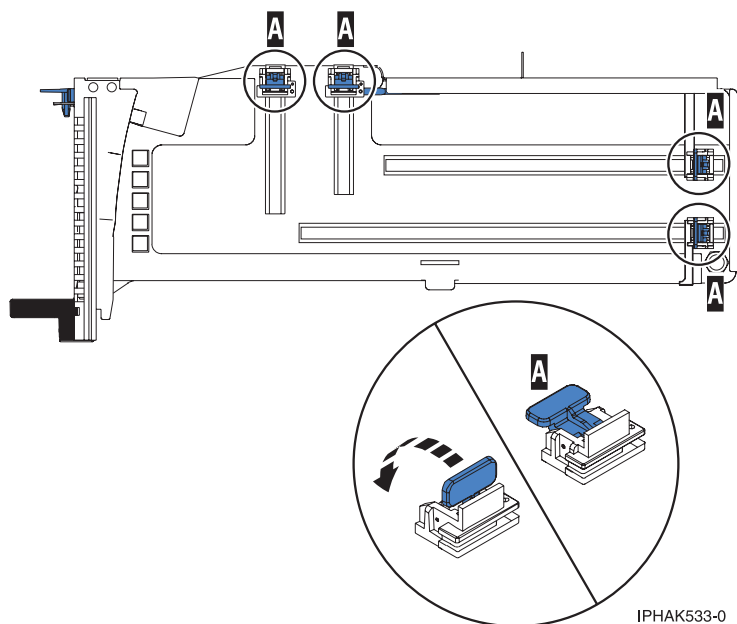

Figura 142. Peces de retenció de l'adaptador
- b. Assegureu-vos que totes les peces de retenció de l'adaptador (A) s'han tret de les vores del casset per tal de permetre la col·locació de l'adaptador. Consulteu Figura 142 a la pàgina 169.